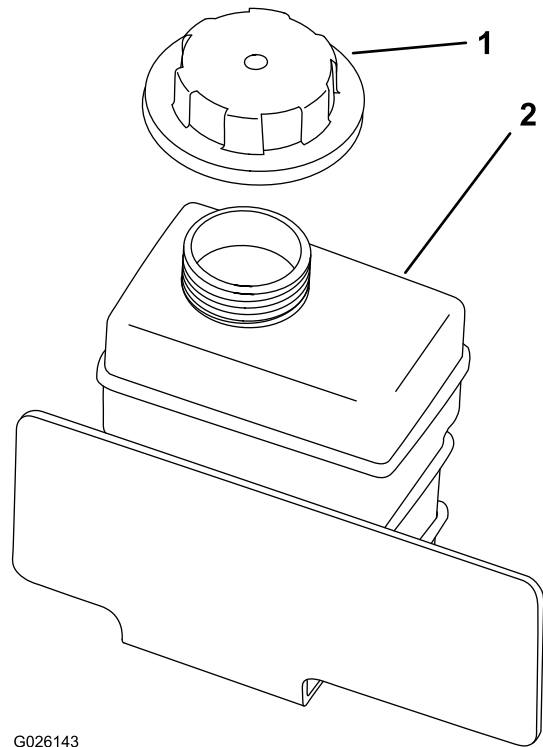

Bild 56
4. Nehmen Sie den Deckel des Überlaufgefäßes ab (Bild 56).
8. Füllen Sie das Kühlmittelüberlaufgefäß langsam, bis der Stand an der Unterkante des Füllstutzens liegt (Bild 56).
9. Setzen Sie den Deckel des Überlaufgefäßes auf (Bild 56).